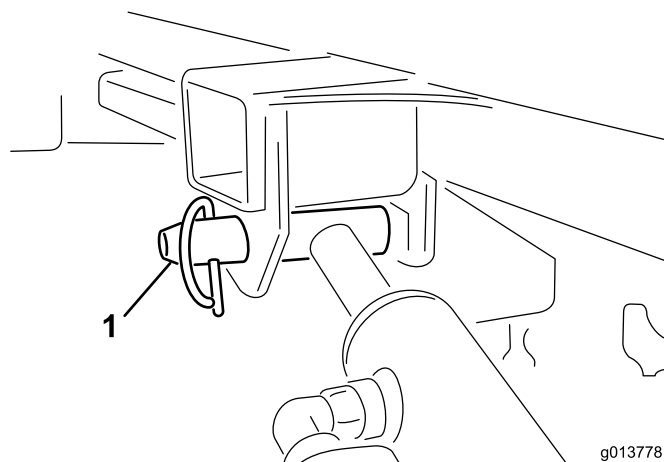

Рисунок 51
11. Удерживайте цилиндр одной рукой. Другой рукой извлеките стопорный штифт, фиксирующий цилиндр (Рисунок 51).